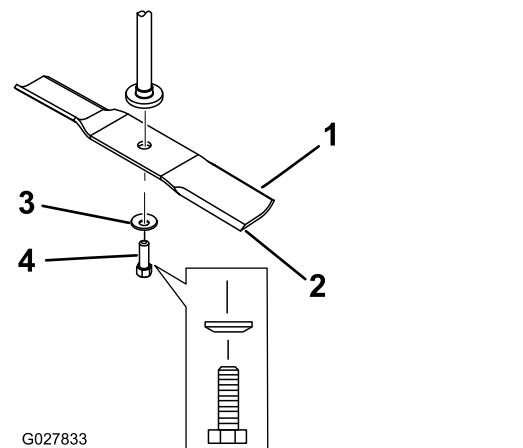

Figura 63
2. Îndepărtați urubul lamei, aiba curbată și lama de pe arborele axului (Figura 63).
1. Montai lama pe arborele axului (Figura 63).
2. Montai aiba curbată (cu partea în formă de cupă îndreptată către lamă) i urubul lamei (Figura 63).